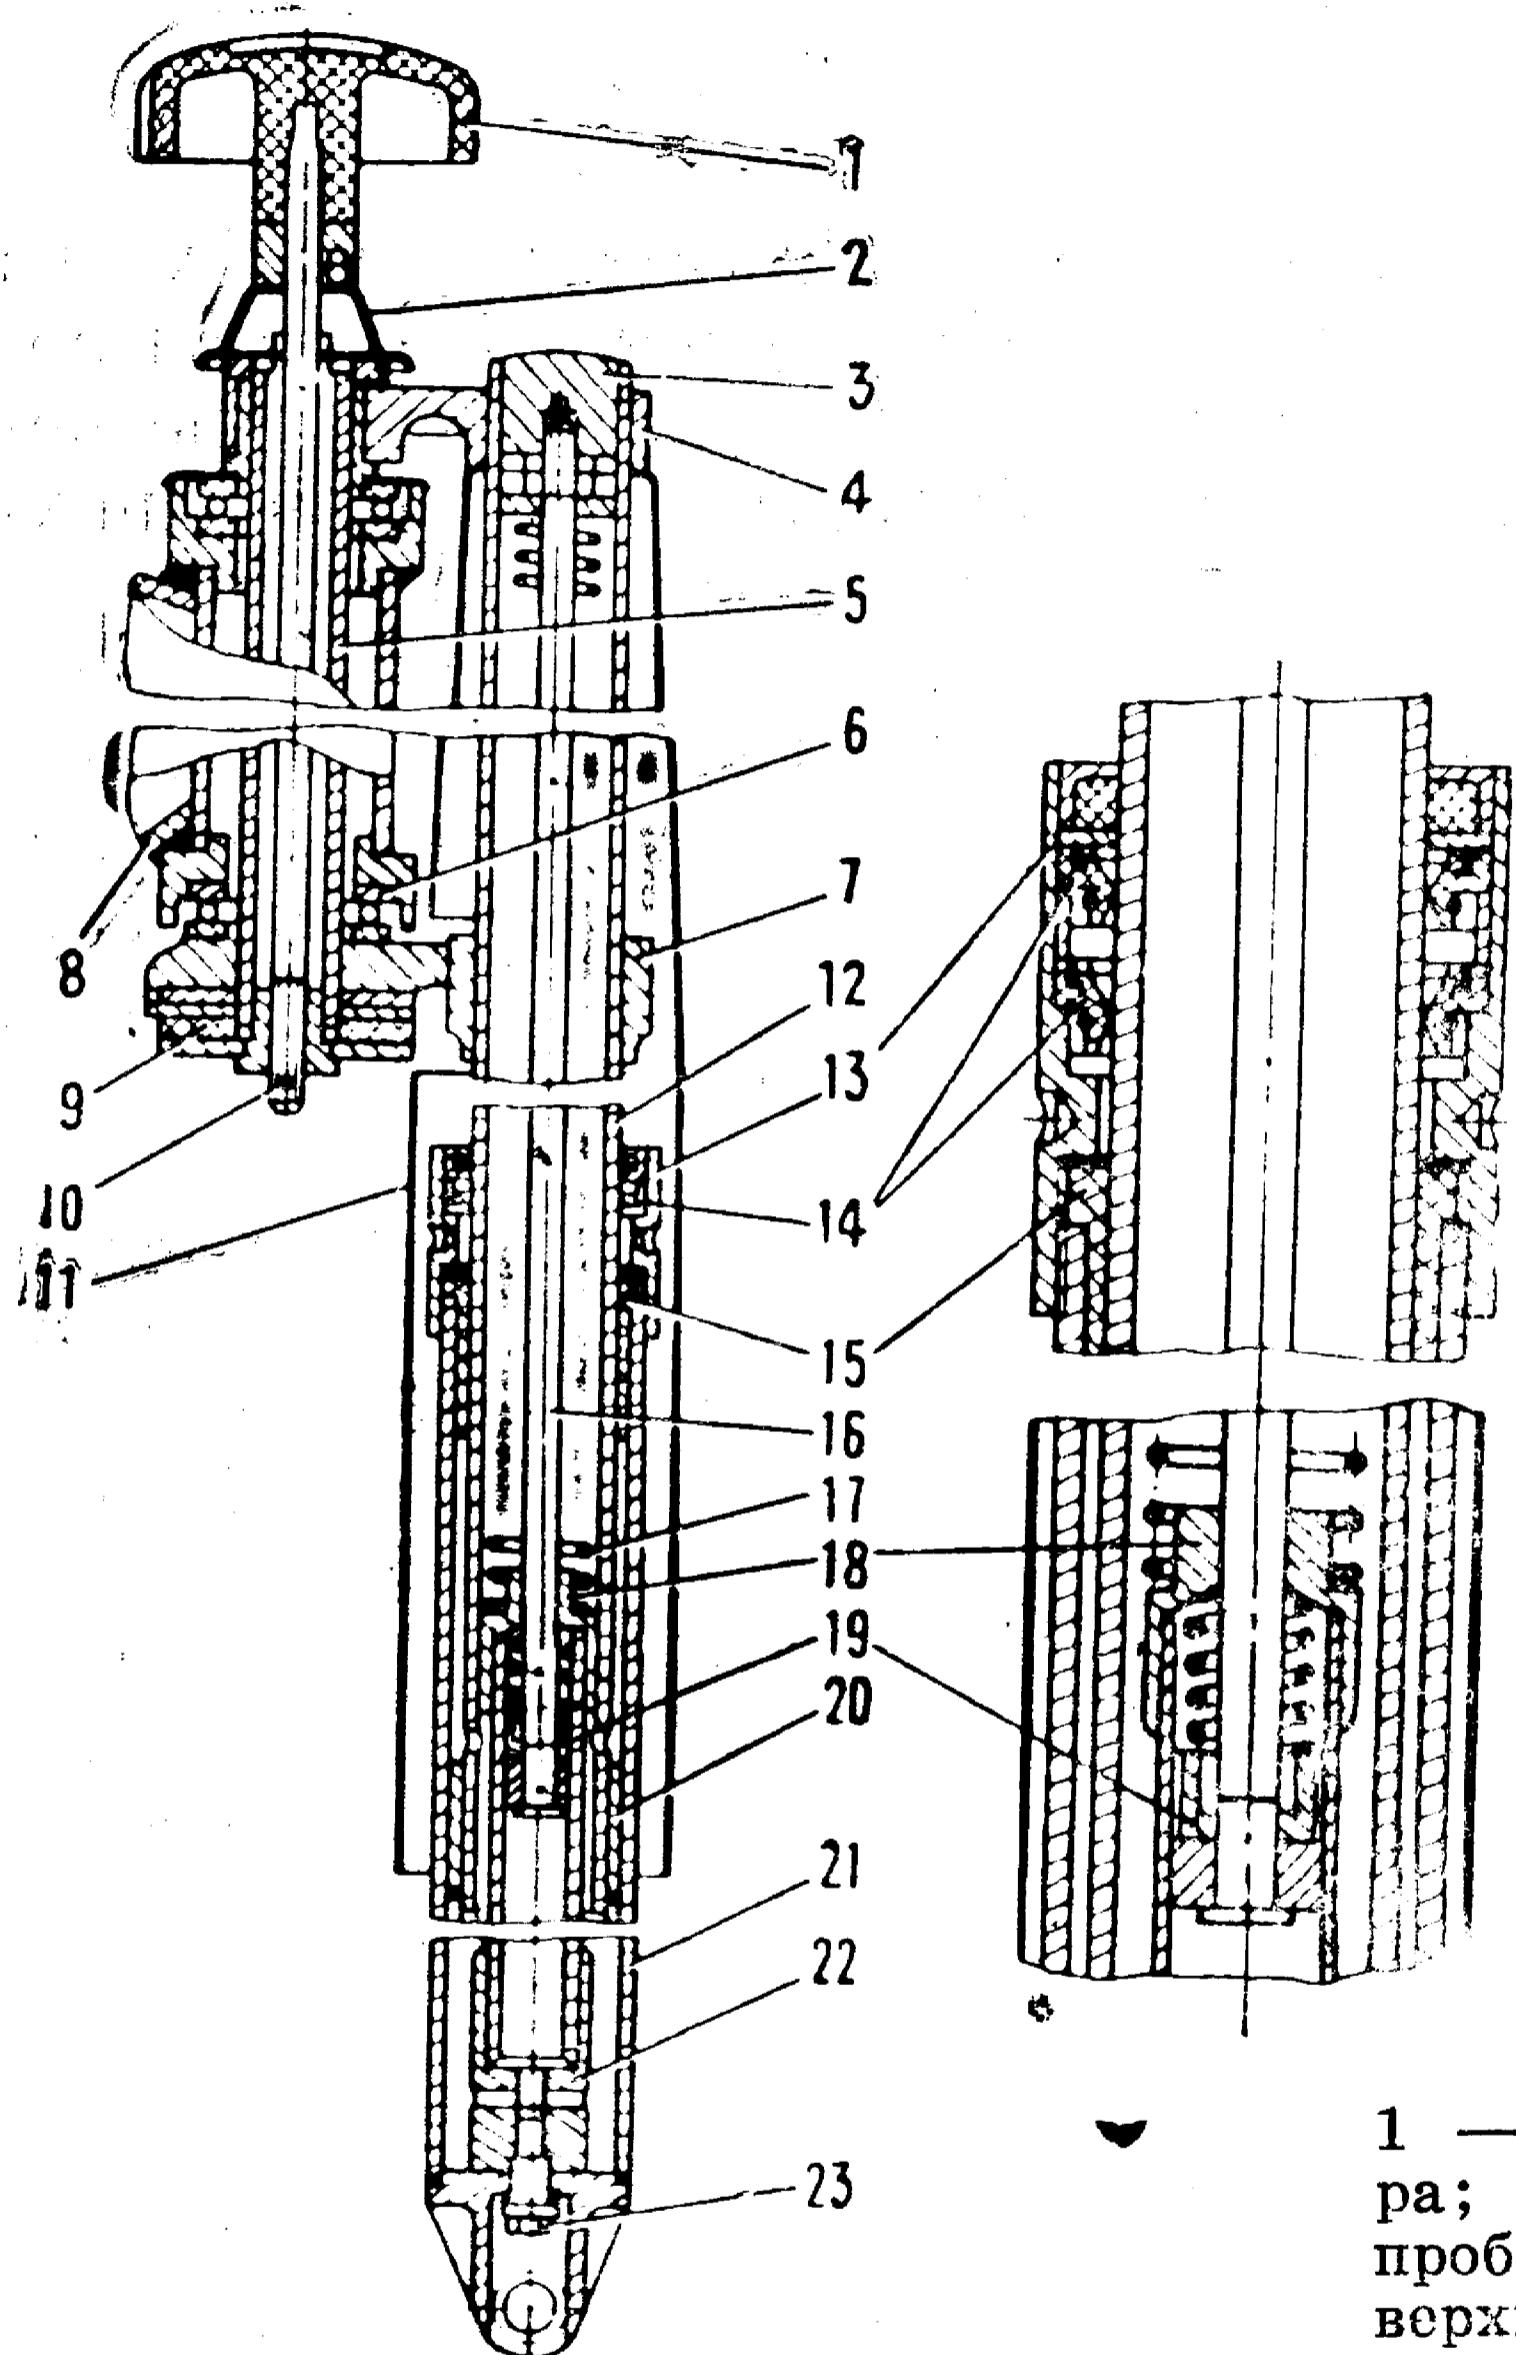

Рис. 19. Подвеска переднего колеса с двухкулачковым тормозом:
5.3.2. Подвеска переднего колеса с двухкулачковым тормозом (рис. 19)